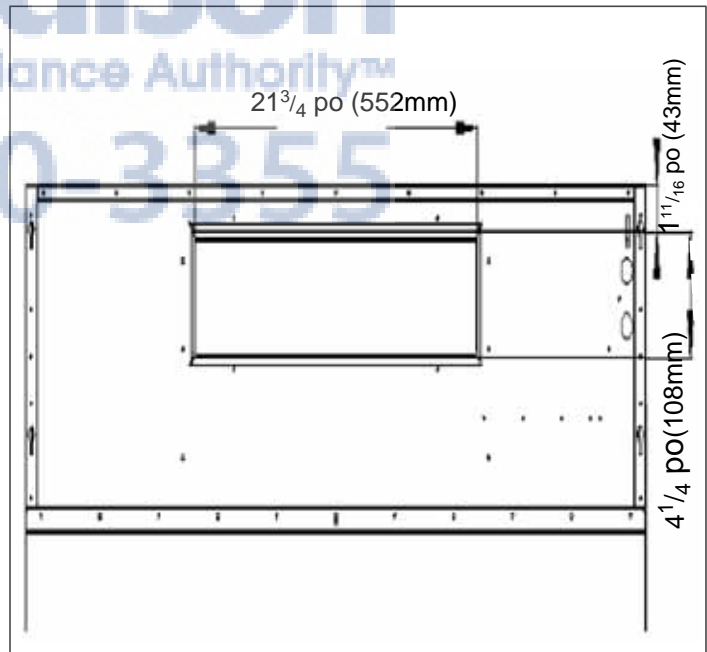

Figure 3: Ouverture pour le raccord
3. Fixez le raccord à la hotte à l'aide des deux vis à tête fournies avec la hotte (voir Figures 3 et 4).